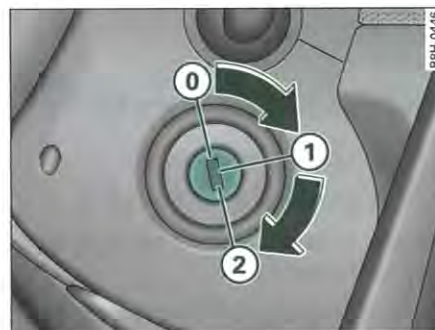

Fig. 145 Positions de la clé de contact
- Amenez la clé de contact en position ① ⇒ page 140, fig. 145.